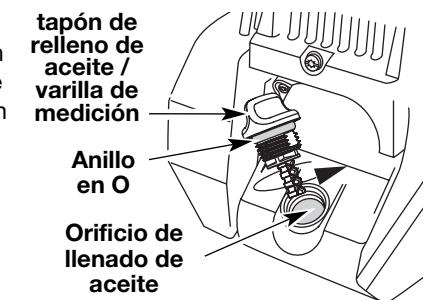

Fig. 23
en el orificio de llenado de aceite y vuelva a medir (Fig. 23). Repita hasta que el nivel de aceite llegue hasta la parte superior de la varilla de medición.
**NOTA:** Verifique que el anillo en O esté en su lugar en el tapón de relleno de aceite / varilla de medición cuando mida y cambie el aceite (Fig. 23).